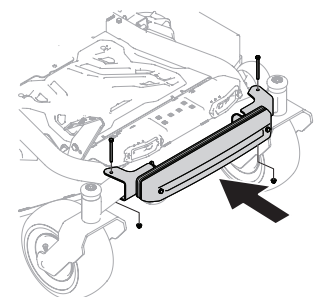

Figure 28
3. Centrez visuellement la barre de pesée sur le tracteur et utilisez deux vis à tête hexagonale de 7/16 po (710-3056) et deux écrous (712-04063) pour fixer l'ensemble de contrepoids au tracteur, comme illustré à la Figure 28.